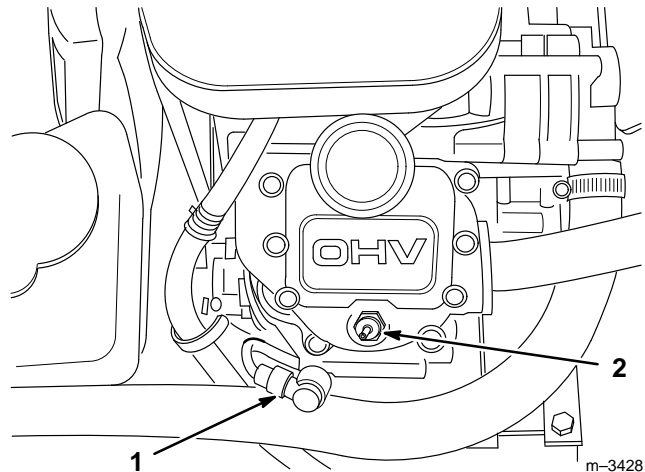

Abbildung 33
3. Den Draht von der Zündkerze abziehen (Abb. 33). Dann den Bereich um die Kerze herum reinigen, um zu verhindern, daß Schmutz in den Motor gelangen und möglicherweise Schaden verursachen kann.
3. Das/die Kabel auf die Zündkerze(n) stecken (Abb. 33).